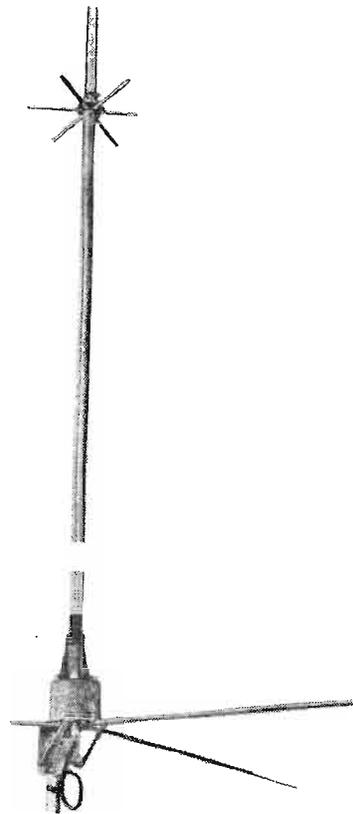

Fig. 2. - Antenne 1/2 onde professionnelle antistatique parapluie horizontal système d'accord réglable.
- Accessoires d'émission 27 MHz (quartz, TOS mètre, antennes (Fig. 2), fiches et prises, micros spéciaux, etc.).